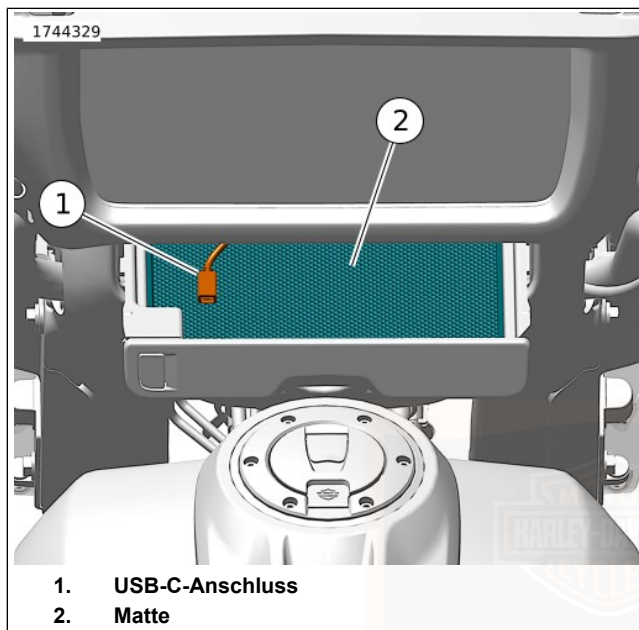

Abbildung 56. Medienfach (offen)
USB- oder Mediengerät anschließen: Siehe Abbildung 56 . Das Gerät mit dem USB-C -Anschluss (1) verbinden. Das Gerät auf die gepolsterte Matte (2) legen. Die Klappe des Fachs schließen.